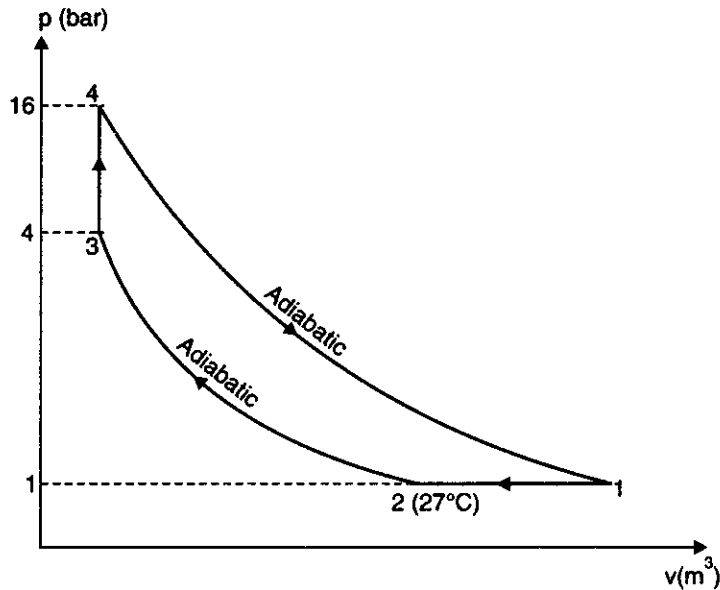

Fig. 13.31
**Solution.** Refer Fig. 13.31.